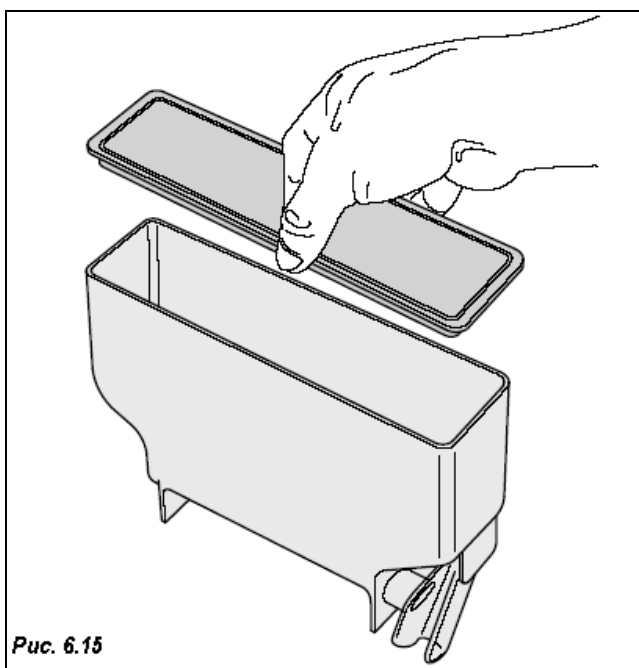

Рис. 6.15
- Снимите крышки с контейнеров для пищевых продуктов и раздаточных лотков (Рис. 6.15). Замокните снятые части в приготовленном растворе.